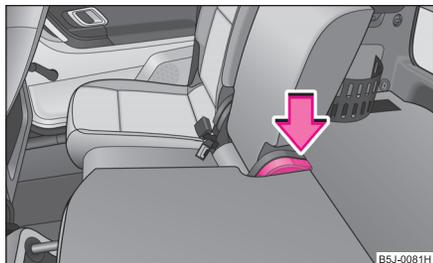

Abb. 57 Sitzlehne zurückklappen
- Drücken Sie den Hebel ⇒ Abb. 57 und klappen Sie die Sitzlehne zurück. Überzeugen Sie sich, dass die Sitzlehne eingerastet ist.